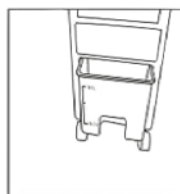

fig.3
(1) O nível da água deve situar-se entre as linhas MIN e MAX (conforme mostrado na fig. 3)